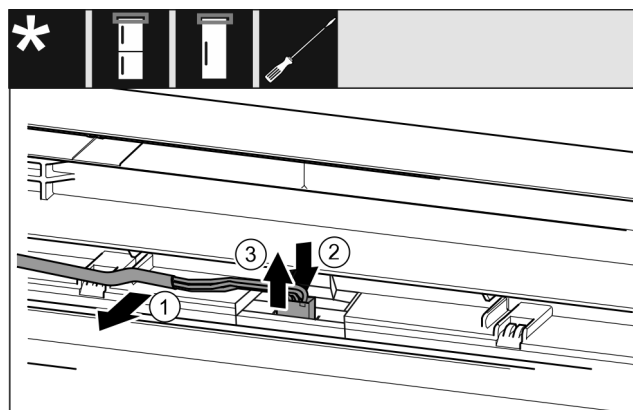

Fig. 19 Combinazioni frigorifero/congelatore / congelatori / refrigeratori
- Allentare con cautela il cavo Fig. 19 (1) dalla guida nella porta.
- Spingere all'indietro la linguetta Fig. 19 (2) dietro la presa.
- Estrarre delicatamente la presa Fig. 19 (3) verso l'alto.